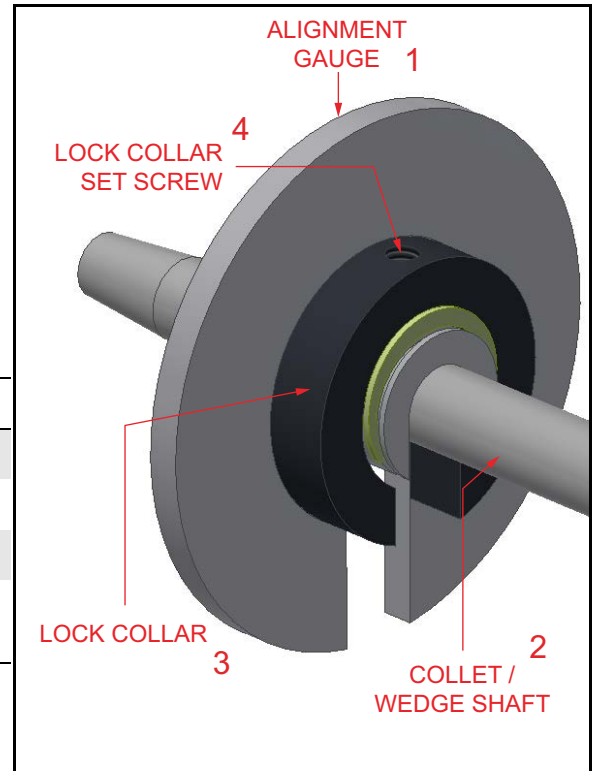

FIGURA 3-2. COMPONENTES DEL COLLAR DE BLOQUEO
3. Alinee la ranura del collar de bloqueo con la ranura del calibre (consulte la Figura 3-2).